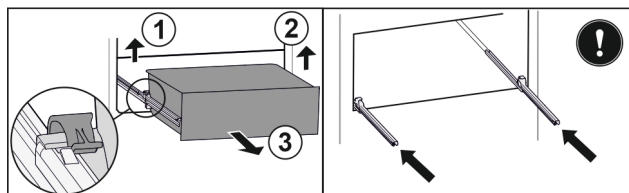

Fig. 38
- ▶ Zvedněte levou svorku a současně vytáhněte zásuvku vlevo dopředu. Fig. 38 (1)
- ▶ Zvedněte pravou svorku a současně vytáhněte zásuvku vpravo dopředu. Fig. 38 (2)
- ▶ Vyjměte zásuvku dopředu. Fig. 38 (3)